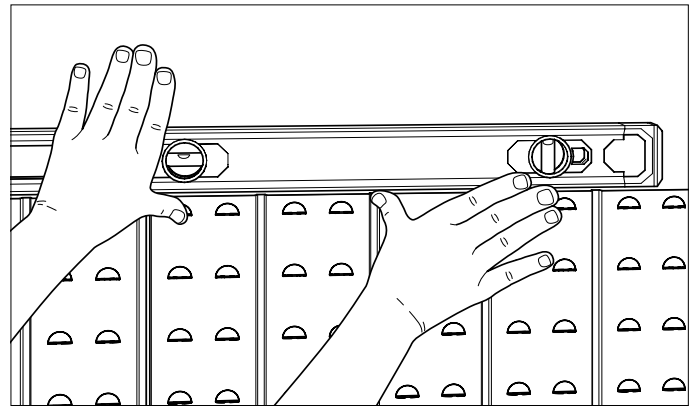

FIGURA 6
- Verifique cada panel para asegurarse de que esté nivelado y que las garras de sujeción estén alineadas horizontalmente entre los paneles adyacentes (vea la Figura 6). Deje un espacio de 1/16 a 1/8 pulg. entre los bordes verticales de los paneles adyacentes en cada fila para permitir la expansión del panel.